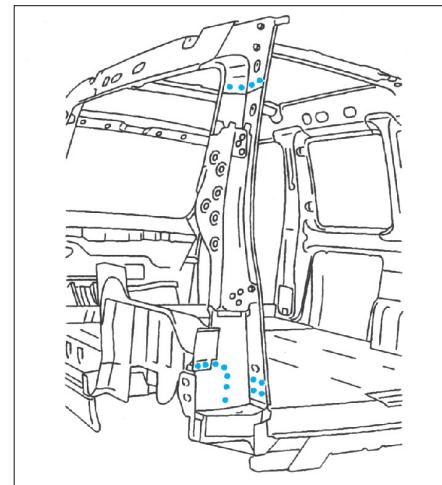

FIG. 159
- Soudier par points électriques (Fig.159).